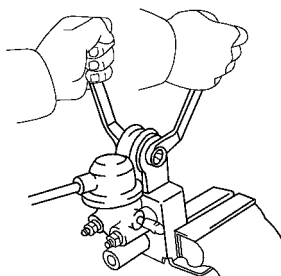

图 15-125 拆下阀架
(3) 拆下阀架。如图 15-125 所示，旋下螺母和螺栓，然后再旋下两个螺母，并从阀体上拆下阀架和固定板。